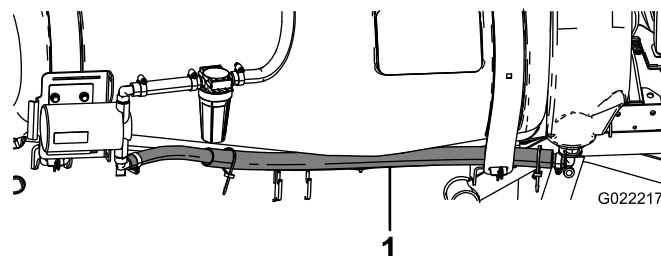

図 11
1. すすぎタンクホースを、タンク前部固定ベルトとタンクの側面との間に通す 図 11。
3. ホースの端部を、すすぎポンプの下側ホースバーブに接続するホースクランプを使用する図 11。